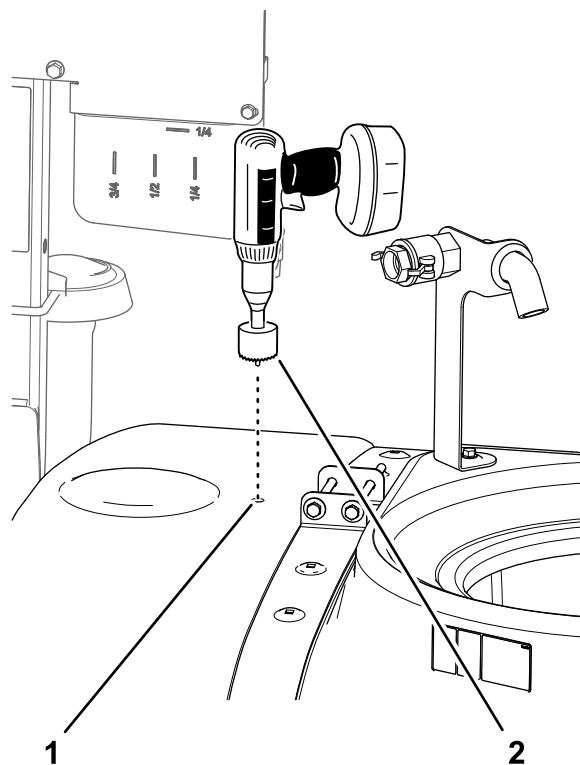

Рисунок 19
7. Повторите действия, описанные в пунктах 4 – 6, в месте передней отметки для сверления (Рисунок 19).